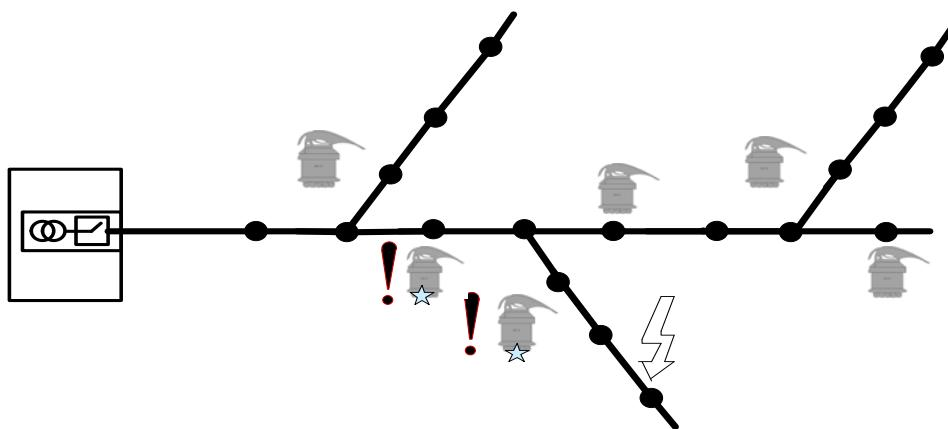

Рисунок 11 – Установка комплектов на линии с длинным стволом и длинными ответвлениями.
- на линии с длинным стволов и длинными ответвлениями комплекты устанавливаются в начале контролируемых ответвлений и за местом разветвления, на ближайших промежуточных опорах (Рисунок 11).